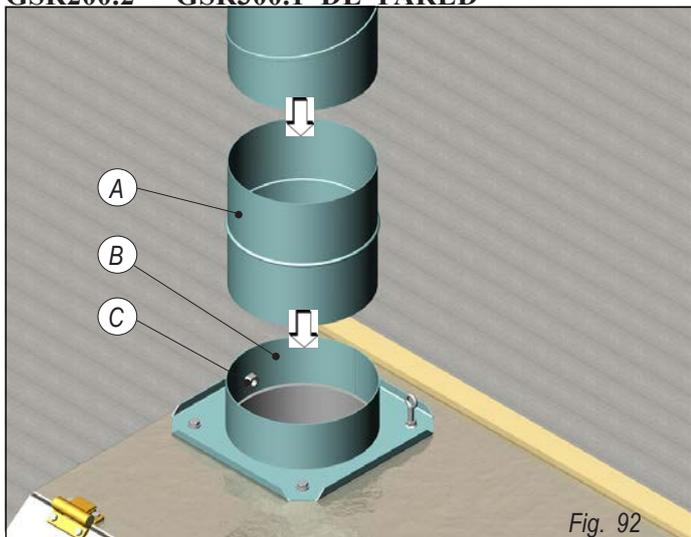
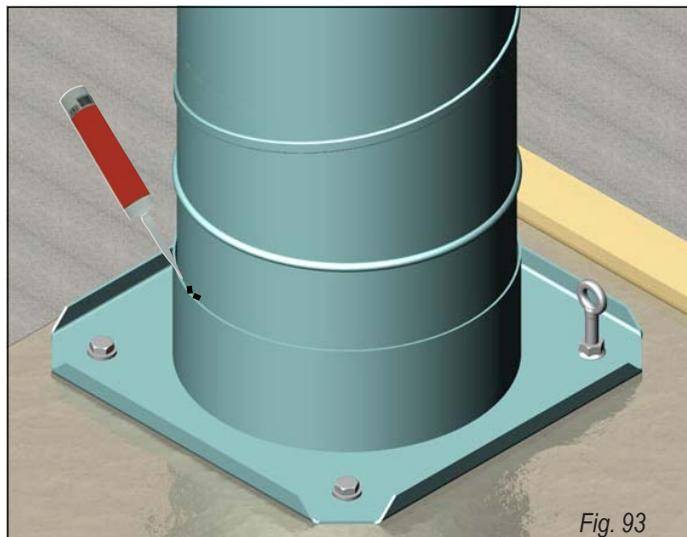

Fig. 92
Fig. 93
Introducir el empalme (A) en la conexión conducto de descarga gases quemados del generador (B) hasta la tuerca toma prueba combustión (C), véase la fig. 92. Sigilar el empalme en la conexión conducto de descarga del generador y las otras uniones con silicona. Fijar todas las uniones con 4 tornillos autoperforadores (D), véase la fig. 93.